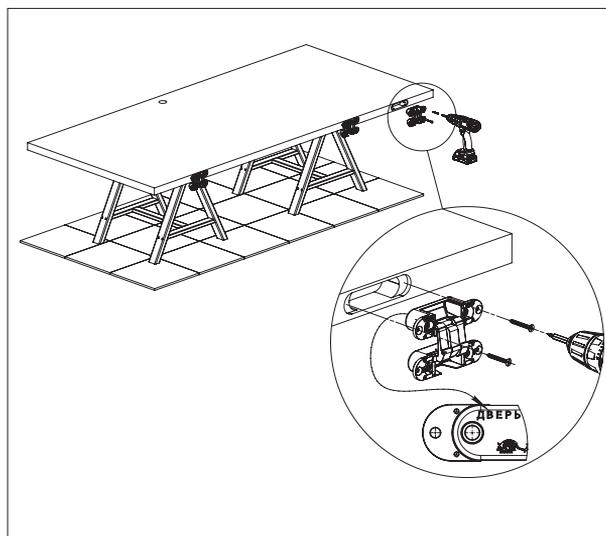

Рисунок 5 — Установка петель на дверь.
3. Установить петли в соответствующие пазы дверного полотна согласно маркировке и зафиксировать их саморезами 5×40 (см. рис. 5).